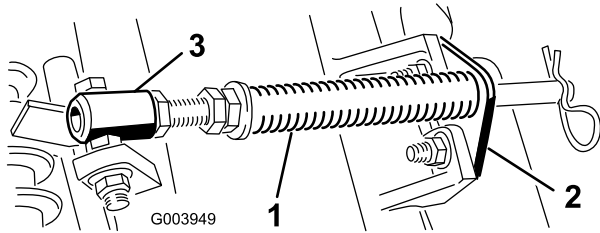

Figure 9
- A. Retirez les 2 boulons de carrossiers et les écrous de fixation du support de tige aux pattes du plateau de coupe (Figure 9).
- B. Retirez l'écrou à embase qui fixe le boulon du tube de ressort à la patte du bâti porteur (Figure 9). Déposez l'ensemble.